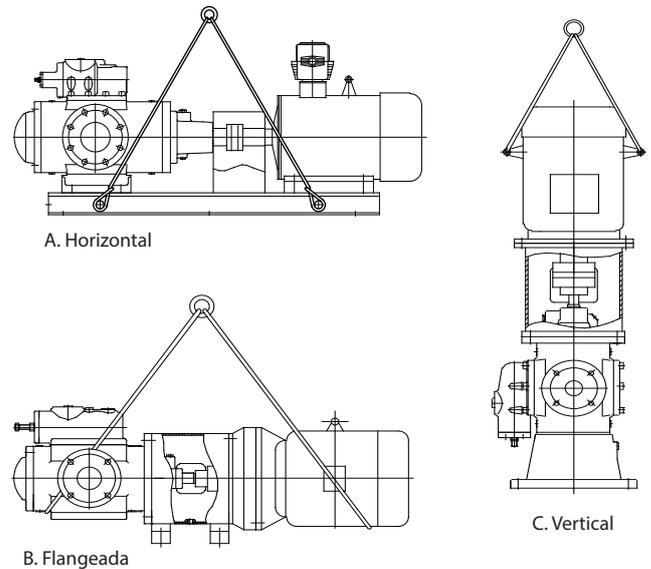

Figura 3.2 Elevação da unidade de bombeamento
3. Ao elevar a unidade de bombeamento (motor incluído), a corrente deve ser presa ao gancho da placa de base. Certifique-se de que nenhum tubo ou auxiliar conectado esteja danificado. Veja a Figura 3.2 para referência.